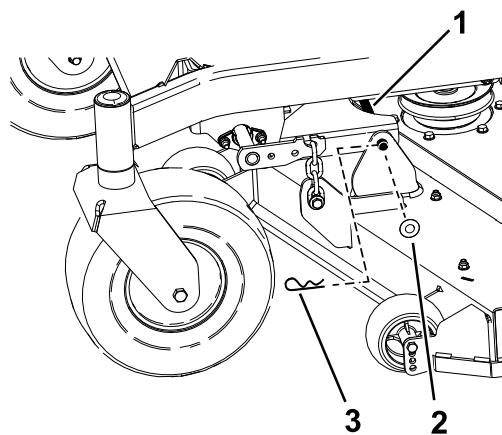

Рисунок 76
- Снимите игольчатый шплинт и шайбу крепления соединительного пальца к раме и деке и снимите соединительную штангу (Рисунок 76).
9. Закрепите соединительный палец с помощью ранее снятых игольчатых шплинтов и шайб (Рисунок 76).